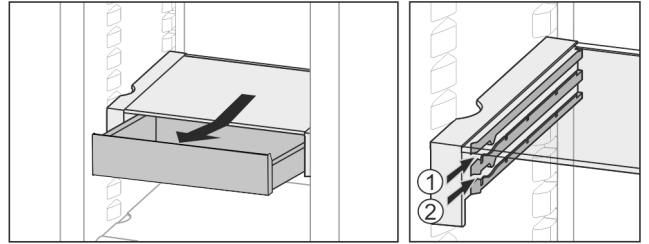

Fig. 27
- ▶ Вставити на будь-якій висоті Fig. 27 (1) або Fig. 27 (2).